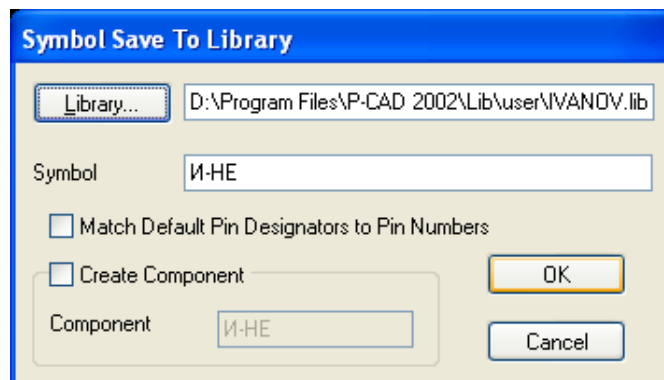

Рис. 4.17 - Запись символа "И-НЕ" в библиотеку
- Выполнить команду **Symbol/Save** (Сохранить), в появившемся окне **Symbol Save to Library** (Сохранить символ в библиотеку) щелкнуть по кнопке **Library** (Библиотека) и в открывшемся окне выбрать созданную ранее библиотеку **Ivanov.lib**. В поле **Symbol** набрать имя элемента «И-НЕ» и нажать кнопку **OK** (рис. 4.17). Закрыть файл с помощью команды **Symbol / Close**.